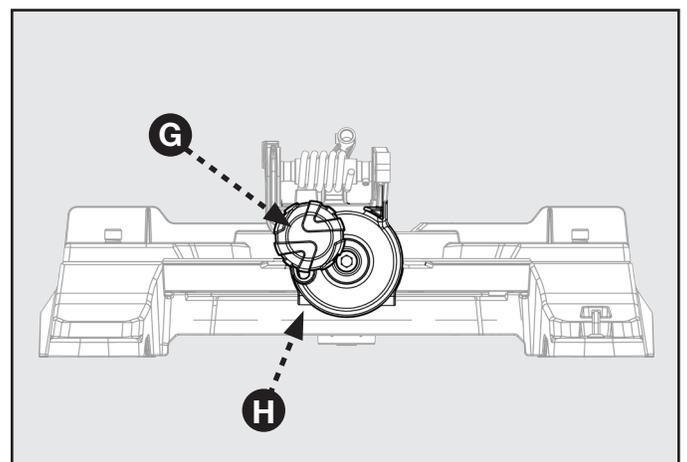

FIGURA 12
10. Si la parte superior o inferior de la parte frontal de la hoja no está al ras de la escuadra, consulte la Figura 12 que aparece a continuación y realice los siguientes pasos.
Consulte la Figura 12.